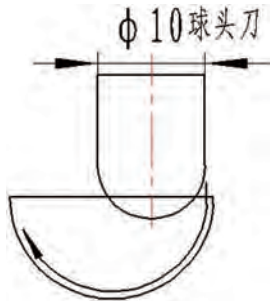

图 5
(4) 用 R5 球头刀精加工铣削半圆形螺旋槽至尺寸, 如图 5 所示。